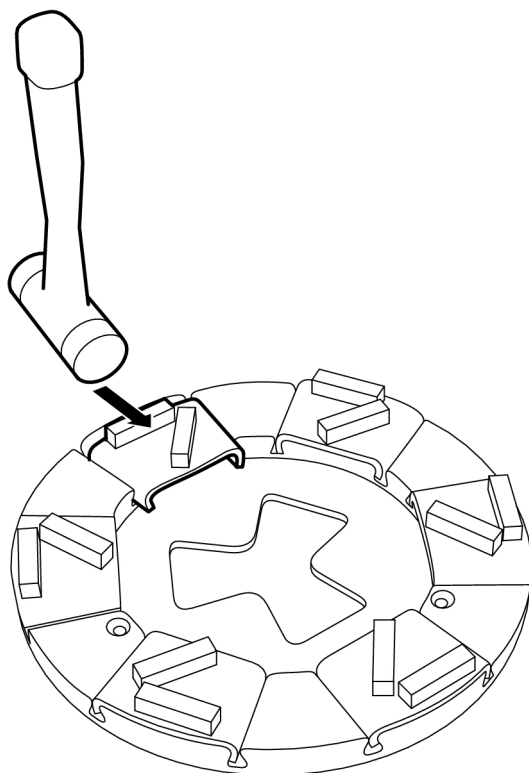

Bild 4-14. Lossning av slipverktyg
1. Lossa slipverktyget genom att slå några lätta slag med en gummihammare så låsningen släpper, se Bild 4-14, sidan 24. Lyft därefter upp verktyget ur styrspåret.